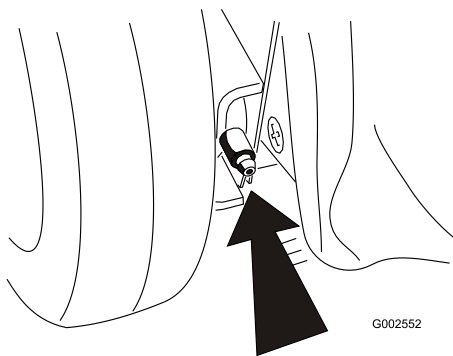

Figura 19
2. Limpie con un trapo limpio los puntos de engrase (Figura 19).